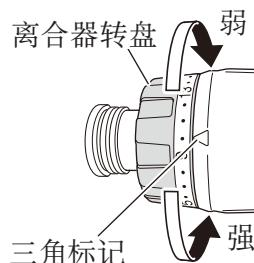

图13
6. 确认离合器转盘的位置（图13）
(2) 旋紧转矩的指示 (图13)
(3) 调节旋紧转矩 (图13)